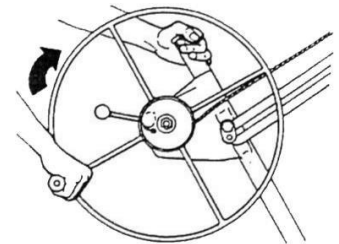

Figure 11
- Tournez la roue du treuil dans le sens indiqué sur la Fig. 11 jusqu'à ce que la plaque soit à la hauteur souhaitée. Alors que en soulevant la plaque, vous pouvez saisir la tige du treuil pour opération de levage plus facile.